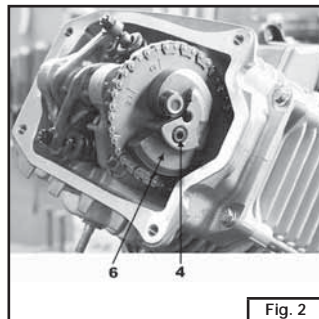

Fig. 2
- Togliere la vite a brugola M5 (Fig.2-part.4), e smontare la contro massa di equilibratura (Fig.2-part.6).
- Remove the cross screw M5 (Fig. 2 - part. 4) and remove the equilibration opposite mass (Fig. 2 - part. 6).
- Enlevez la vis cruciforme M5 (Fig. 2 - det. 4) et démontez la contre-masse d'équilibrage (Fig. 2 - det. 6).